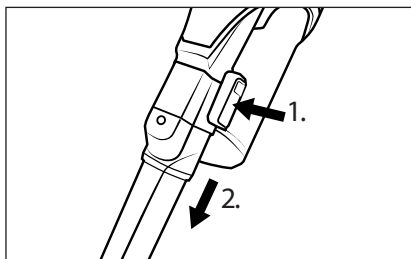

Fig. 15
- ◆ Pour retirer l'accessoire, maintenez la touche de déverrouillage de l'accessoire enfoncée, puis retirez l'accessoire du tube d'aspiration ②3 ou de l'orifice d'aspiration de l'appareil (voir fig. 15).